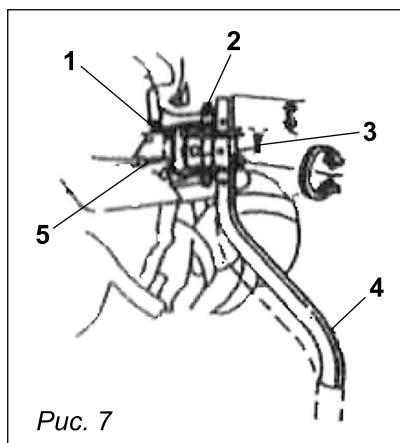

Рис. 7
Регулировка глубины вспашки. Для регулировки глубины вспашки необходимо отрегулировать по высоте сошник. Вынуть штифт (5), переместить сошник (4) вверх (глубина вспашки уменьшится) или вниз (глубина вспашки увеличится), зафиксировать в требуемом положении. Правильная регулировка зависит от почвы (рис. 7).